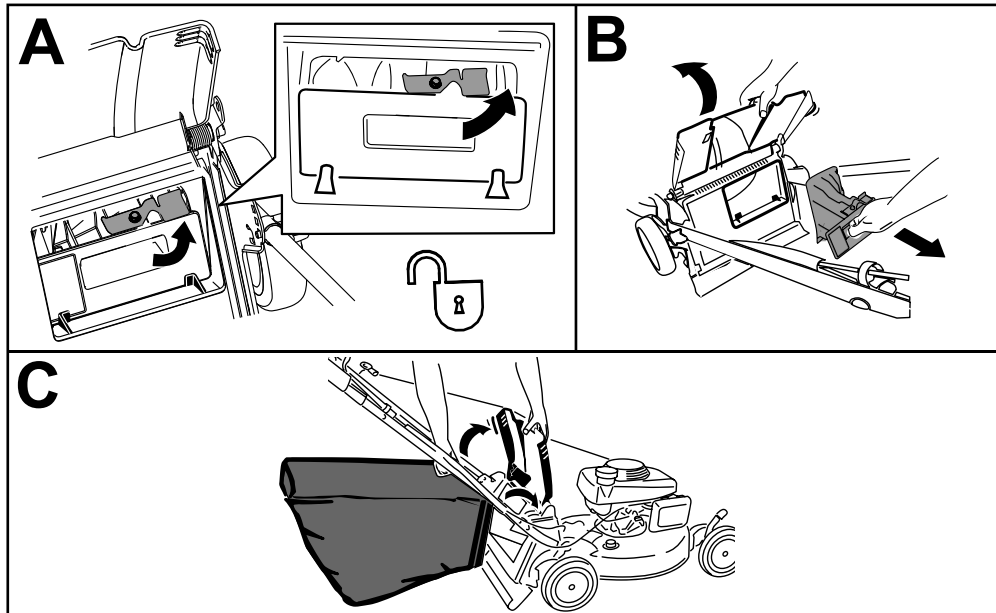

Figura 16
Nota: Para desbloquear el tapón trasero, gire la palanca del tapón a la derecha (Figura 16).
1. Levante y sujete el deflector trasero y desbloquee el tapón trasero (Figura 16, A).
2. Extraiga el tapón trasero (Figura 16, B).
3. Cuelgue el borde superior delantero de la bolsa de los pasadores situados en las muescas de los soportes del manillar (Figura 16, C).